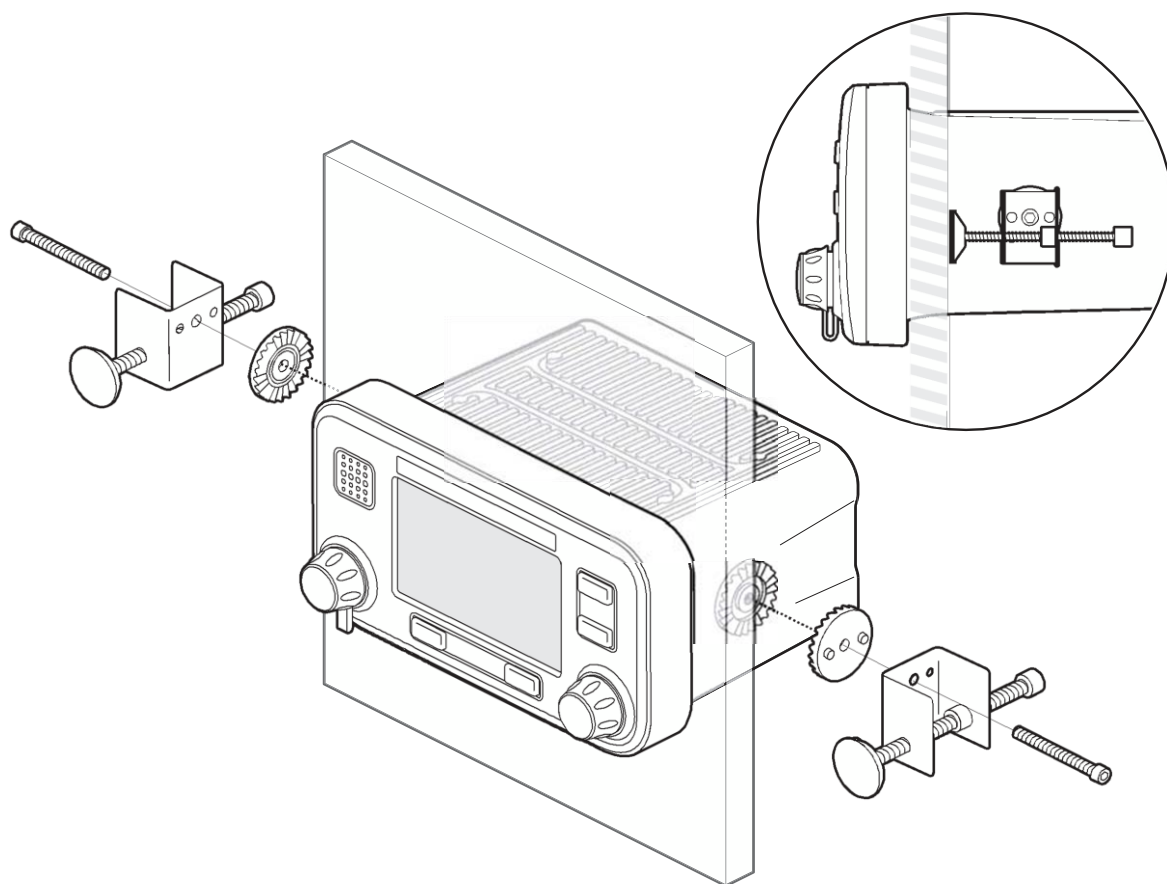

Рис. 36 Монтаж приемопередатчика АИС на панели
- Приемопередатчик поставляется в комплекте с хомутами крепления для установки в приборную панель «заподлицо». Рекомендации содержатся на Рис. 36. При таком способе установки необходимо иметь доступ к пространству за панелью.